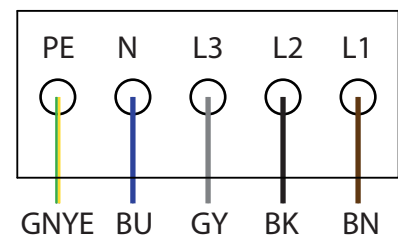

Figura 6: Bornes de conexión de CA
- 6. Conecte los cables de acuerdo con la rotulación de los terminales de la placa de circuitos. (Figura 6)